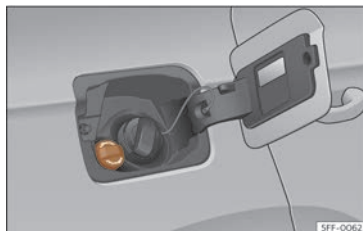

Fig. 206 Capacul rezervorului de AdBlue®.
- Deschideți capacul rezervorului >>> **fig. 206**.
- Rotiți bușonul rezervorului de SCR în sens antiorar >>> **fig. 206**.